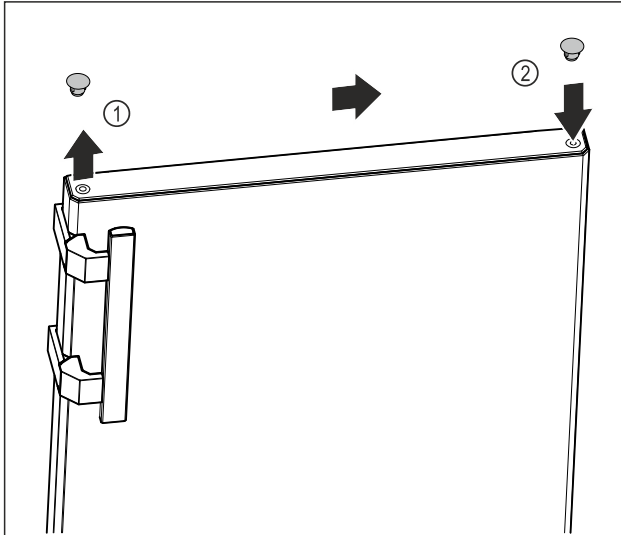

Fig. 13
- Afdekcap van de bovenkant van de deur Fig. 13 (1) voorzichtig optillen met een platte schroevendraaier.
- Plaats de afdekcap aan de andere kant. Fig. 13 (2)